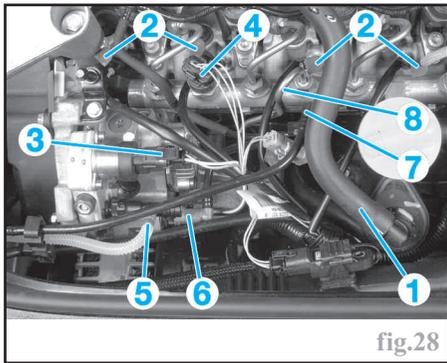

fig.28
- le tuyau (1) de réaspiration des vapeurs d'huile sur le décanteur et l'écartier (fig.28),
- les bougies de préchauffage (2),
- le régulateur de pression (3) sur la pompe,
- le capteur de pression (4) sur la rampe.
- les tuyaux d'alimentation (5) et de retour (6) sur la pompe ainsi que celui de retour des injecteurs (7).